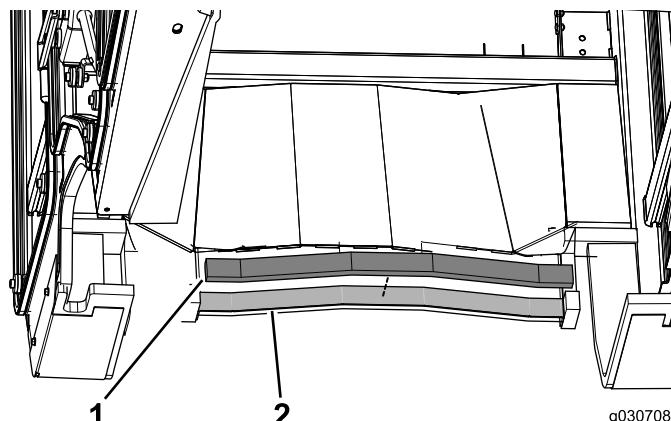

Figure 15
- Appliquez le joint en mousse arrière à l'arrière de la cabine (Figure 15).